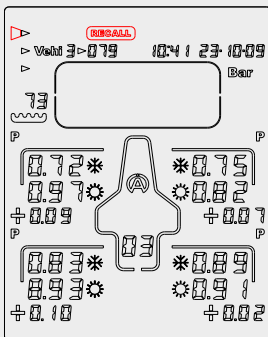

Figura 8
- 1) Con i 4 tasti , selezionate l'icona « **RECALL** » (figura 8)